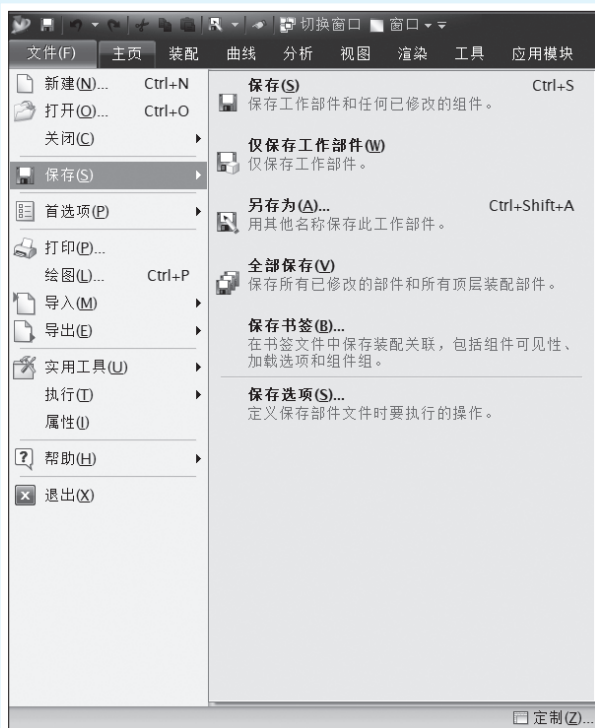

图 1-7
(1) 保存文件时，既可以保存当前文件，又可以另存文件，还可以仅保存工作部件或者保存书签文件。执行“文件”菜单中的文件保存的相关命令，如图1-7所示。
(2) 若仅保存当前工作部件的编辑结果，则执行“文件”→“保存”命令，或者单击“标准”工具条上的“保存”按钮。